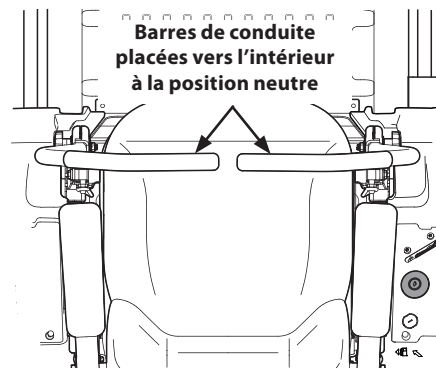

Figure 3-2
2. Poussez les deux barres de conduite vers l'intérieur à la position neutre. Voir Figure 3-2.